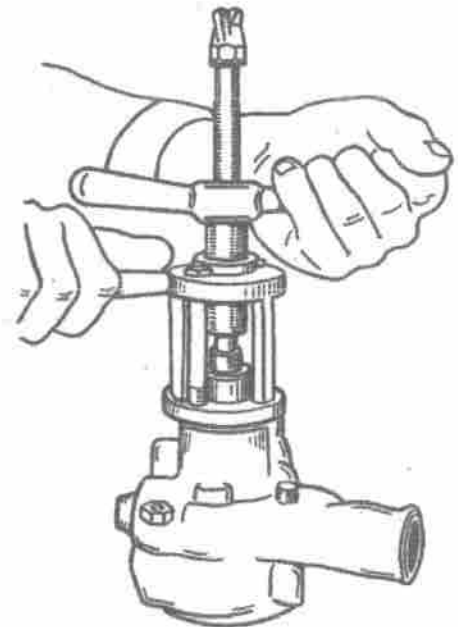

Bild 73. Abziehen der Riemenscheibennabe d Wasserpumpe
2. Befestigungsschraube der Riemenscheibennabe herausdrehen und Nabe mit Hilfe des Abziehers abziehen (Bild 73).